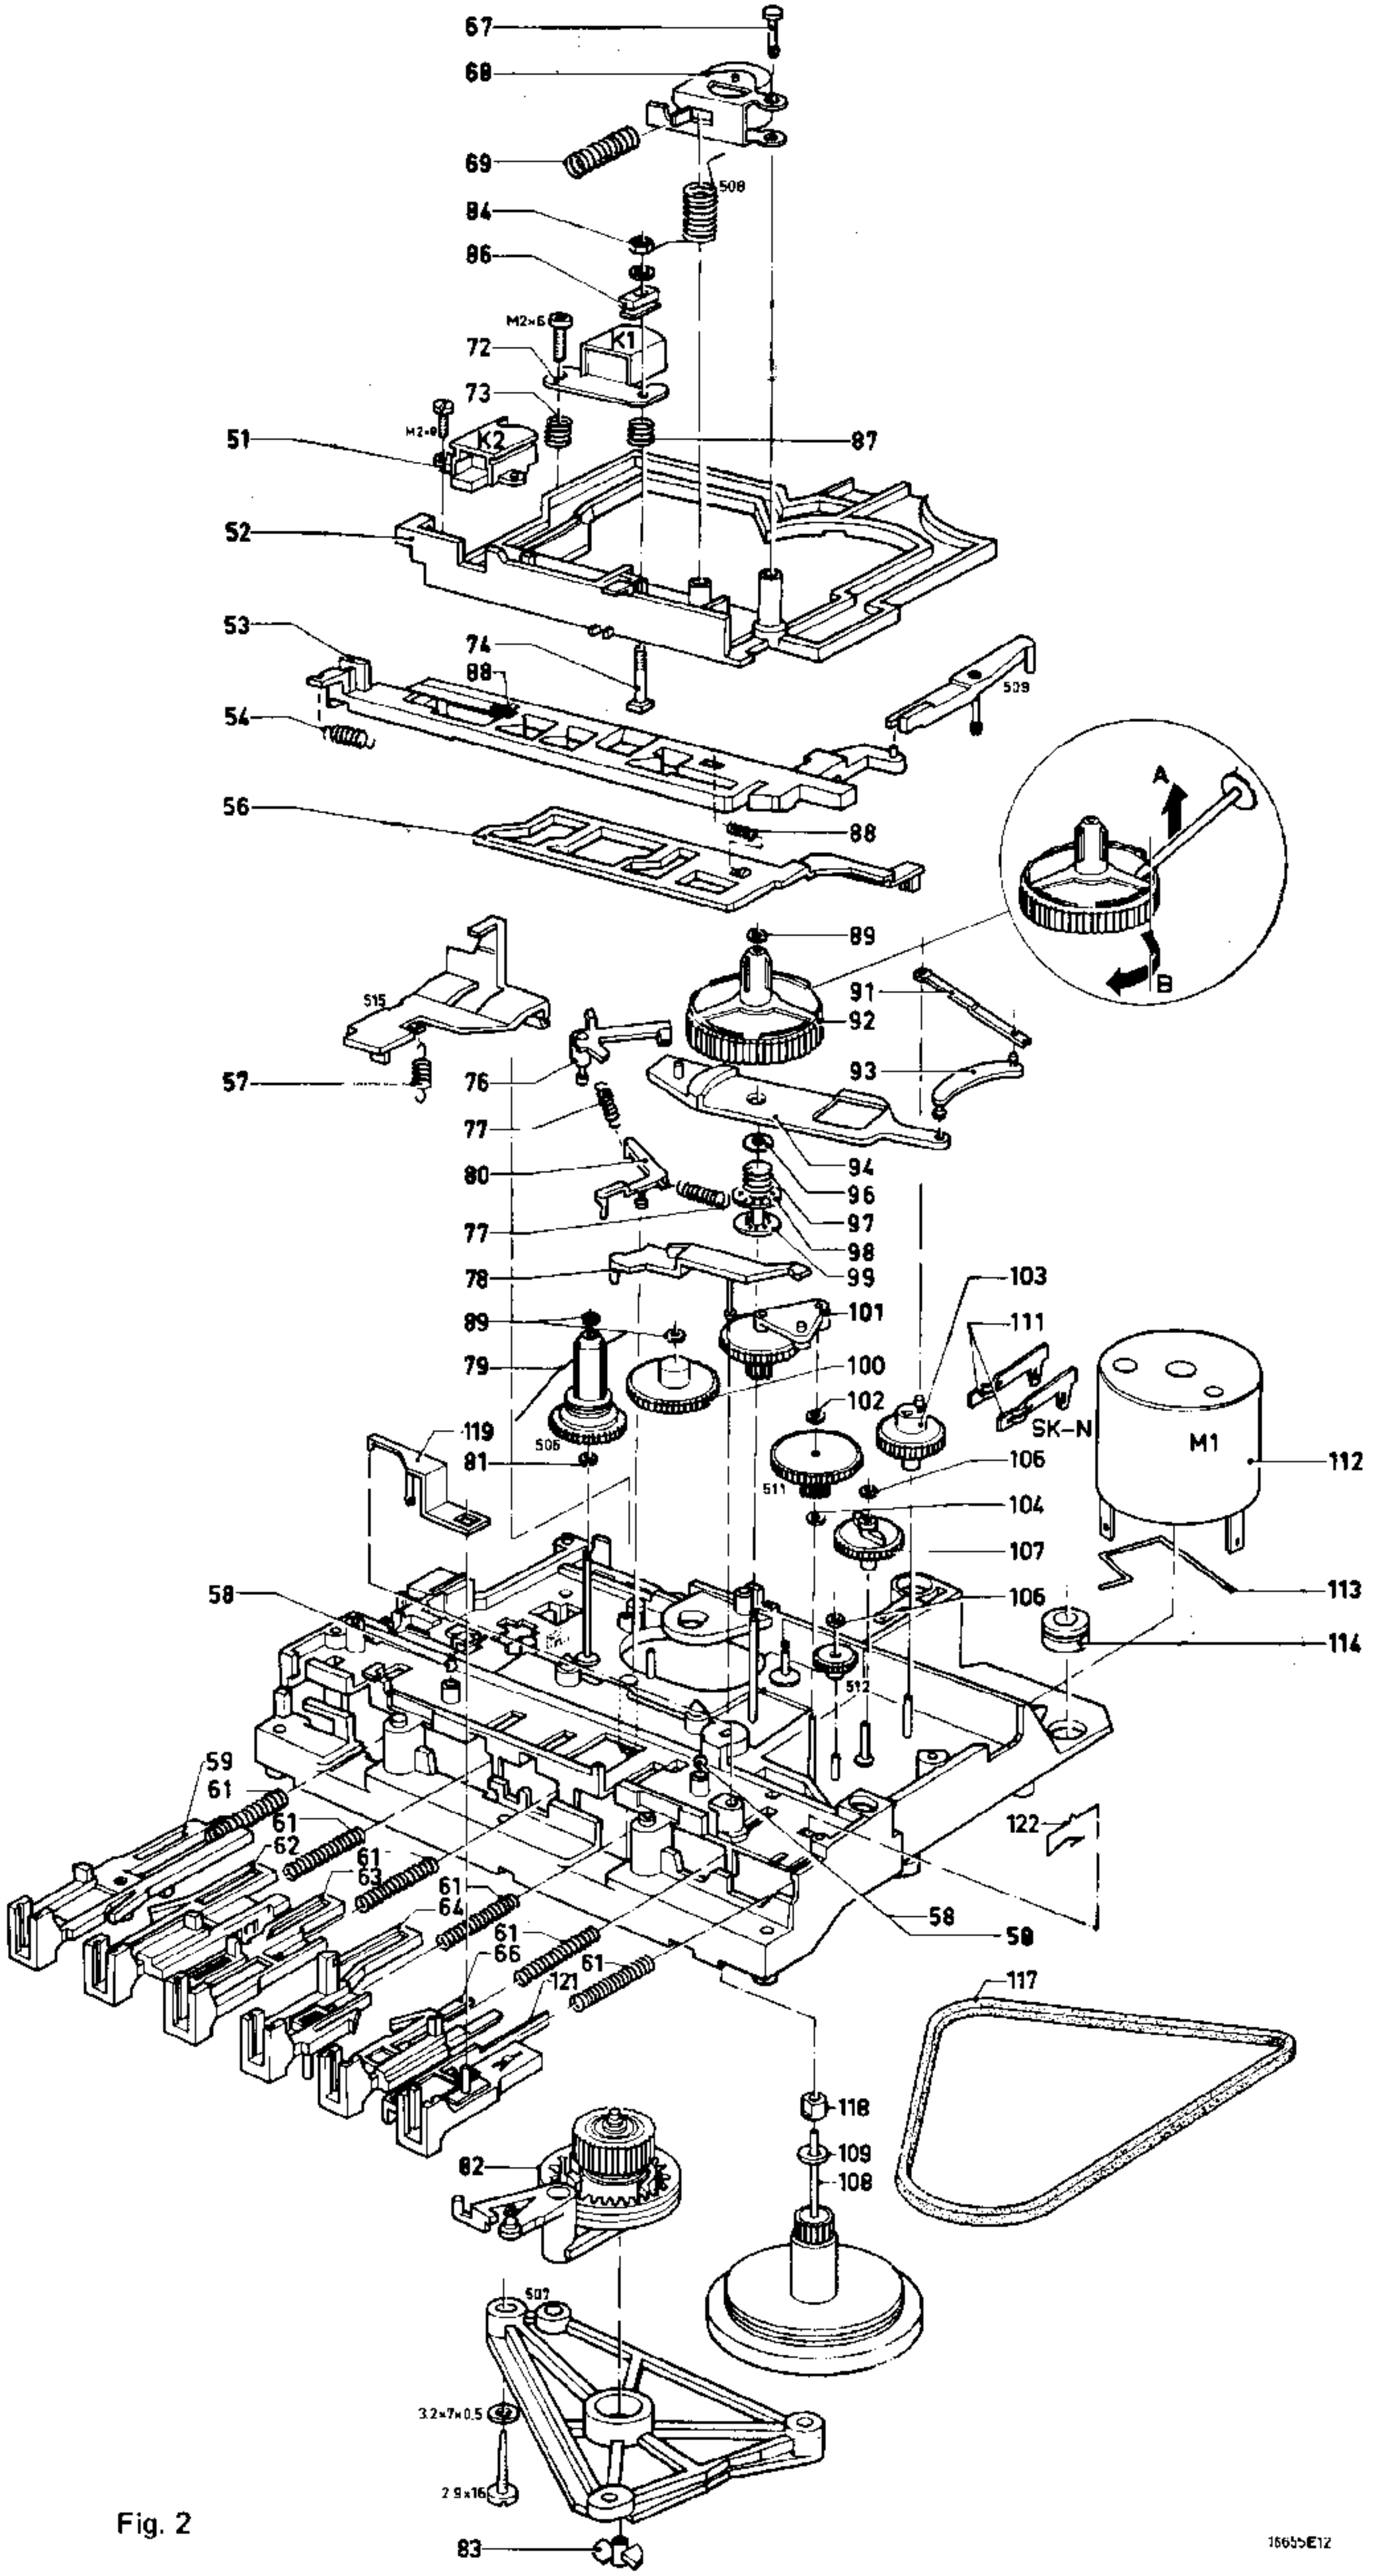

Fig. 2
Kopfhöhe des A/W-Kopfes K1, Abb. 2
Azimuteinstellung des A/W-Kopfes K1, Abb. 2
- Die Friktionskraft wird durch die Rampen und Blattfedern bestimmt, Abb. 2, A und B.